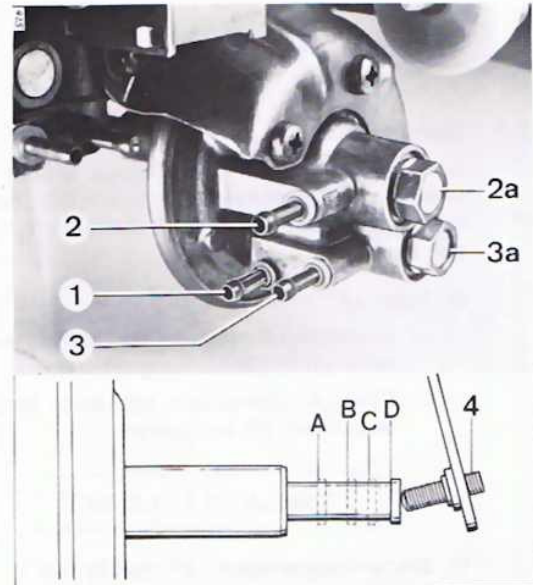

Bild 13 Ausführung mit Klimaanlage
3. DROSSELKLAPPENANSTELLER auf Dichtheit prüfen (Bild 13, 14)
Zu Bild 13 und 14